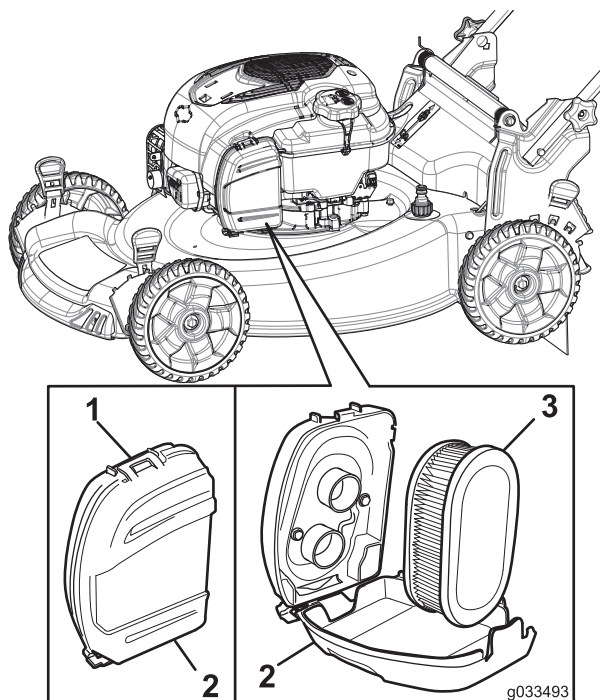

Figura 29
1. Abra los cierres de la parte superior de la tapa del filtro de aire (Figura 29).
2. Retire el filtro de aire (Figura 29).